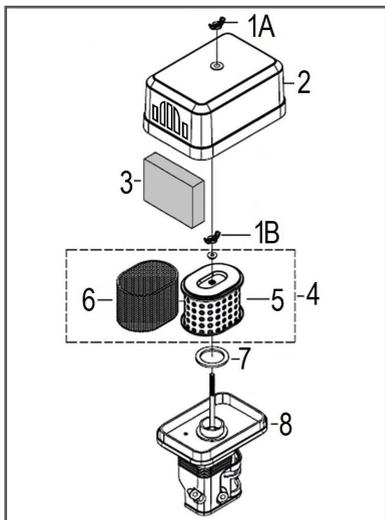

Рис. 34. Обслуживание воздушного фильтра
1. Открутите барашковую гайку 1А и снимите крышку 2 воздушного фильтра. Извлеките из крышки 2 предварительный поролоновый фильтр 3 (Рис. 34).
2. Открутите барашковую гайку 1В и извлеките из корпуса воздушный фильтр 4 в сборе (Рис. 34).
3. Проверьте целостность и чистоту фильтрующих элементов. Основной воздушный фильтр состоит из бумажного фильтрующего элемента 5 и установленного на нём поролонового фильтрующего элемента 6 (Рис. 34).
4. При незначительном загрязнении промойте поролоновые фильтрующие элементы 3 и 6 (Рис. 34) теплым мыльным раствором и просушите. Поврежденные или сильно загрязненные поролоновые фильтрующие элементы замените.
5. Произведите очистку корпуса 8 и крышки 2 воздушного фильтра, не допуская попадания пыли и грязи в воздуховод, ведущий к карбюратору (Рис. 34).
7. Перед установкой основного воздушного фильтра убедитесь, что уплотнительное кольцо 7 воздушного фильтра находится на месте и не имеет повреждений (Рис. 34).